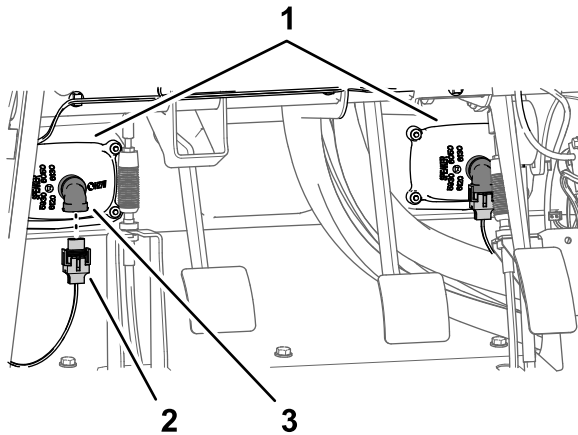

図 14
1. 左右のヘッドライトの 2 ピンコネクタから、車両用ワイヤハーネスの 2 個のコネクタ 2 ソケットを外す 図 14。